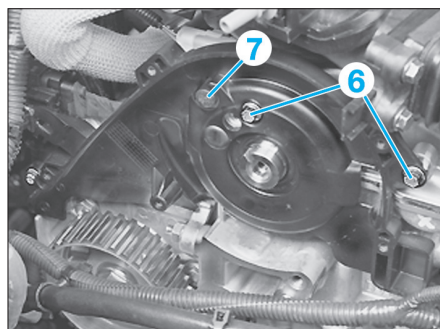

Fig. 75
- les 2 vis (6) (Fig.75) du couvercle de protection arrière de courroie de distribution,
- le couvercle de protection arrière (7).